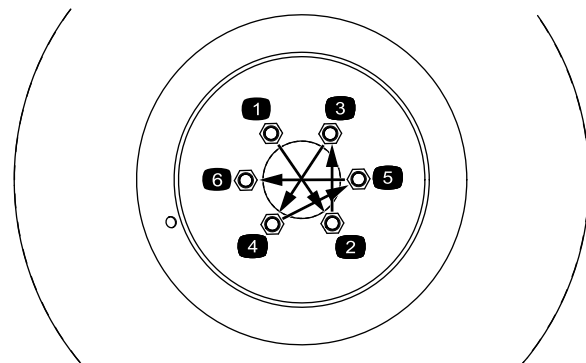

Figura 14
2. Montate gli pneumatici anteriori utilizzando i dadi ad alette precedentemente rimossi. Serrate i dadi ad alette a una coppia compresa tra 94 e 122 Nm alternando diagonalmente i dadi che serrerete (Figura 14).